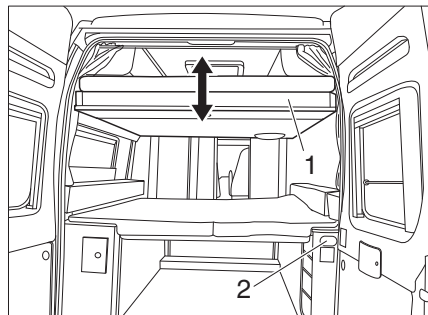
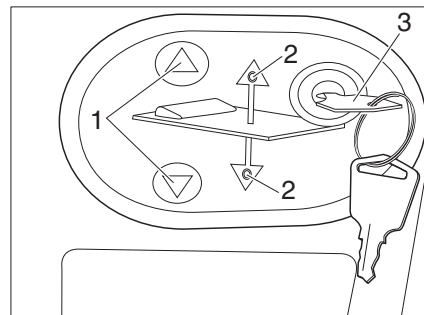

Bild 54 Elektrisches Hubbett
Bild 55 Bedienpanel für elektrisches Hubbett
- Schlüssel (Bild 55, 3) in das Bedienpanel (Bild 54, 2) stecken.
- Auf Taste  oder  (Bild 55, 1) drücken und gedrückt halten. Die jeweilige LED (Bild 55, 2) leuchtet und das Hubbett (Bild 54, 1) senkt oder hebt sich.
- Wenn die gewünschte Position erreicht ist, Taste  oder  (Bild 55, 1) wieder loslassen. Die jeweilige LED (Bild 55, 2) erlischt.
- Schlüssel (Bild 55, 3) abziehen.